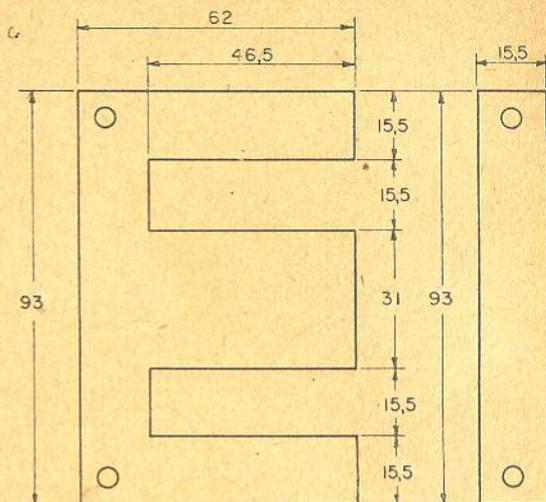

Figura 37
**Determinação do núcleo.**  $A = \sqrt{38,7 \times 1,2} = 7,5 \text{ cm}^2$ . Usaremos uma seção quadrada da lâmina mostrada na figura 37. A área efetiva será =  $3,1 \times 3,1 \times 0,9 = 8,7 \text{ cm}^2$ .